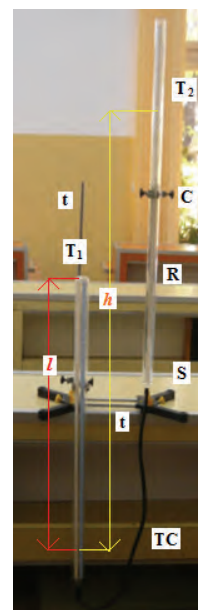

Fig. 2
□ Se prind tuburile de suporti astfel încât tuburile să fie verticale, paralele, iar diferența de nivel dintre tubul deschis ( $T_2$ ) și tubul închis ( $T_1$ ) să fie cât mai mare ( $T_2$  mai sus față de  $T_1$ ) (fig. 2).